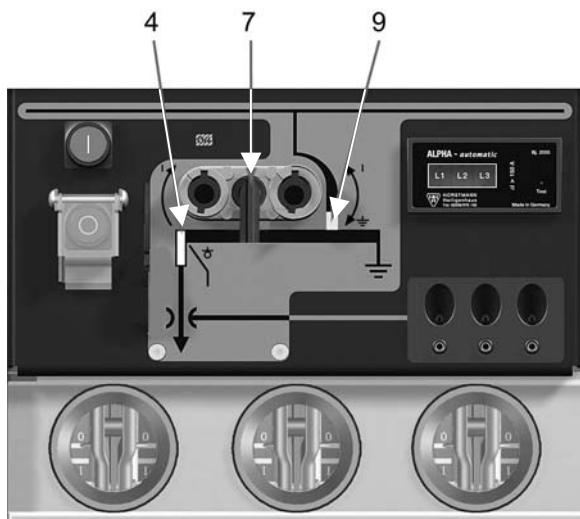

Рисунок 4-3: Нейтральное положение
В нейтральном положении (см. Рисунок 4-3):
1. При помощи индикатора положений убедитесь, что двухпозиционный переключатель находится в положении заземления. За положением двухпозиционного переключателя также можно наблюдать через смотровые окна (14) на передней панели, (см. Рисунок 4-3). Проверьте положение всех трёх фаз: